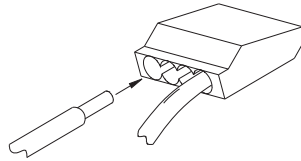

Figure 7
5. Connect supply (house) wires to fixture wires, push stripped wires into appropriate connector: white to white and black to black and green to green or bare copper ground wire. **See Figure 7.**
5. Effectuer le raccordement des fils de l'appareil à l'alimentation électrique, pousser la partie dénudée des fils dans les connecteurs appropriés, blanc au blanc, noir au noir, vert au fil de terre vert ou de cuivre nu. **Voir la Figure 7.**